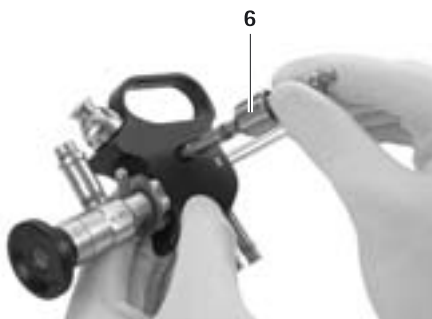

Fig. 5
- Inserire l'adattatore per braccio di tenuta **6** lateralmente in un foro a scelta (destro/sinistro) finché la flangia scatta nell'apposita scanalatura, vedere Fig. 5.